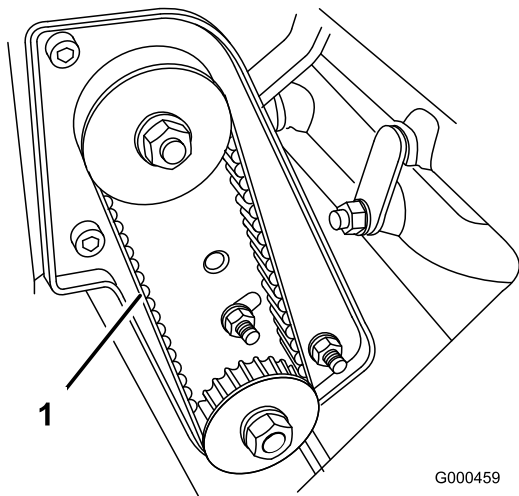

Figure 38
2. Contrôlez la tension de la courroie en exerçant une force de $2 \pm 0,5$ kg à mi-distance entre les poulies (Figure 38). La courroie doit présenter une flèche de 4,8 à 7,9 mm. Si ce n'est pas le cas, passez à l'étape suivante.